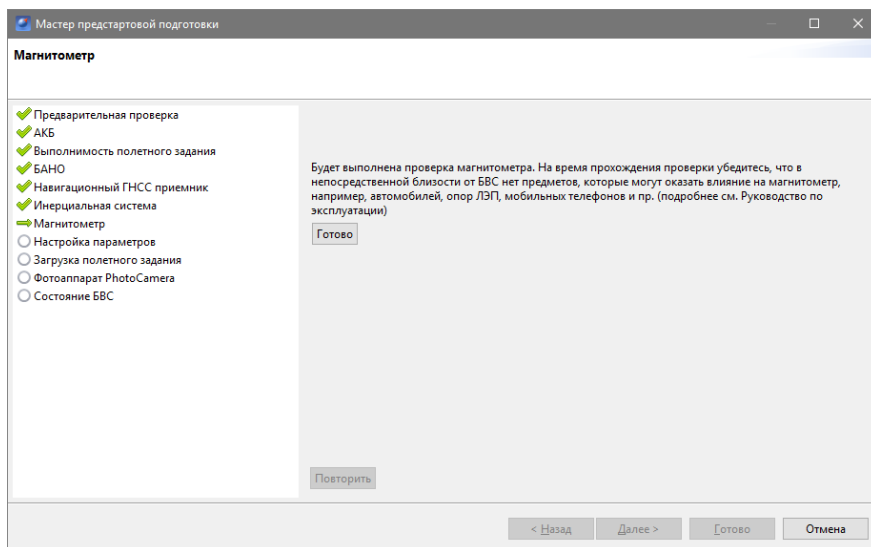

Рис. 106: Магнитометр
- **Магнитометр.** На данном этапе происходит проверка магнитометра (рис. 106);